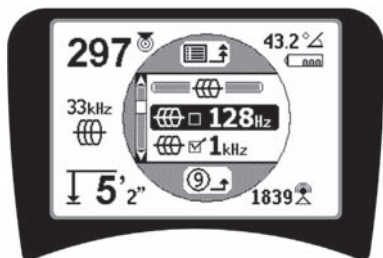

Рис. 14: Выделение требуемой частоты (128 Гц)
2. Используя кнопки со стрелками вверх и вниз, выделить требуемую частоту (рис. 14). В данном примере оператор активизирует частоту 128 Гц.